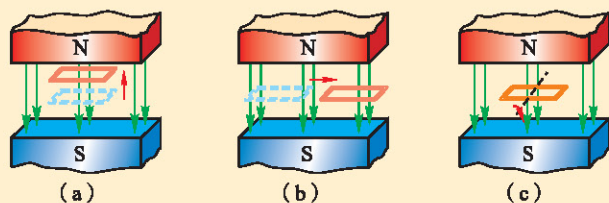

图 1-2-4 线圈在匀强磁场中的几种运动
1. 在图1-2-4所示的匀强磁场中有一个线圈. 保持线圈平面垂直于磁感线, 当线圈在磁场中上下运动时[图(a)], 是否会在线圈中产生感应电流? 当线圈在磁场中左右运动时[图(b)], 是否会在线圈中引起感应电流? 如果线圈绕水平轴转动[图(c)], 是否会在线圈中产生感应电流? 为什么?